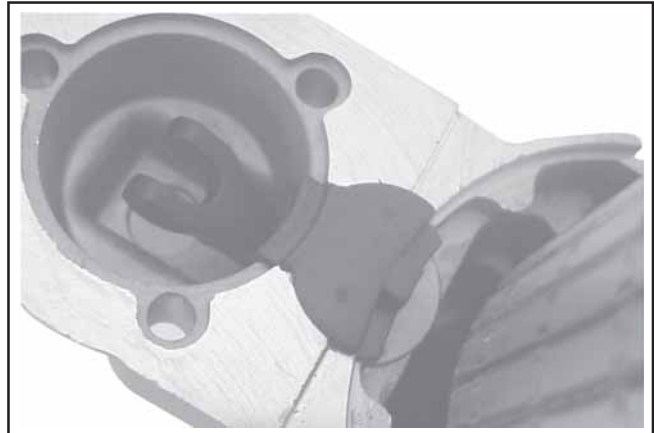

Figure 8-60. Installation de la rondelle de butée et du passe-fils.
7. Installer la rondelle de support, puis le passe-fils en caoutchouc dans les rainures correspondantes du capuchon d'extrémité de l'entraînement. Les replis moulés de la rondelle doivent être « sortis » et ils doivent correspondre et s'aligner sur ceux du capuchon d'extrémité. Voir la Figure 8-60.